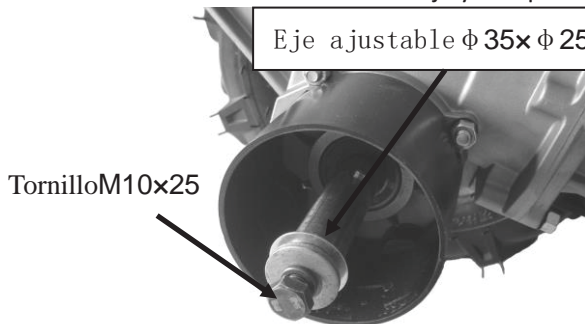

Figura 4
3. Desmonte el tornillo M10x25 del eje de la turbina. Ver figura 4